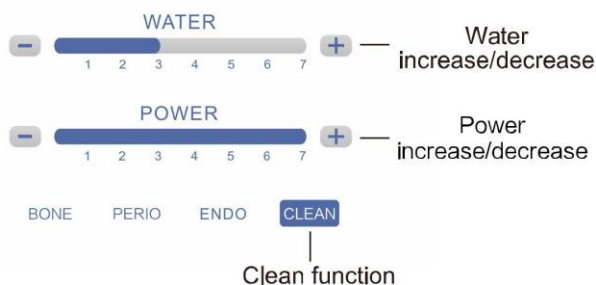

Fig. 11
7.2.3 Función LIMPIEZA (Fig.11)